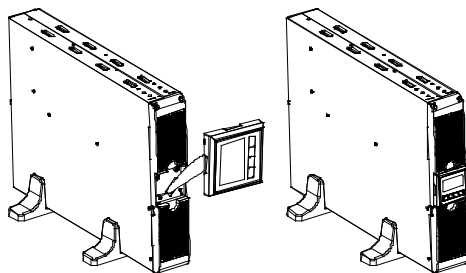

Рис. 3
3. Витягніть РК-панель та поверніть її за годинниковою стрілкою під кутом 90 градусів і знову вставте її на передню панель (Рис. 3).